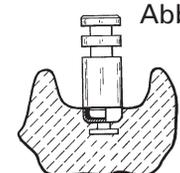

Abb. 10
4. Klicken Sie eine Locator Analogmatrize (636068 – 4 mm) auf jede Abdruckkappe im Abdruck. Die Analogmatrize darf nicht herunterfallen, auch wenn der Abdruck unter Vibration auf den Kopf gestellt wird (Abb. 10).